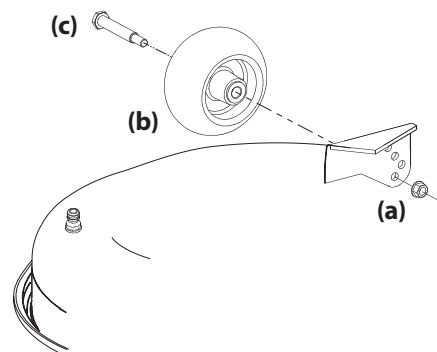

Figura 2-16
- a. Retire la tuerca de seguridad que fija uno de los tornillos con reborde de las ruedas de calibración delanteras a la plataforma. Retire la rueda de calibración y el tornillo con reborde. Consulte la Figura 2-16.